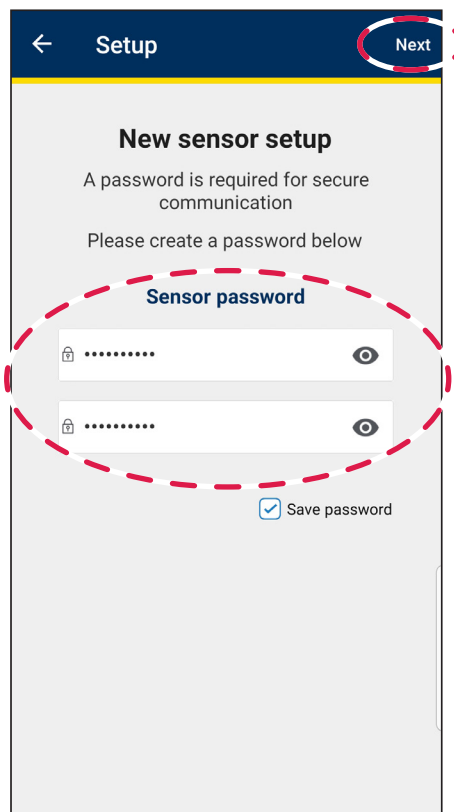

Abbildung 3
4. Wählen Sie **Weiter** aus (siehe Abbildung 3).